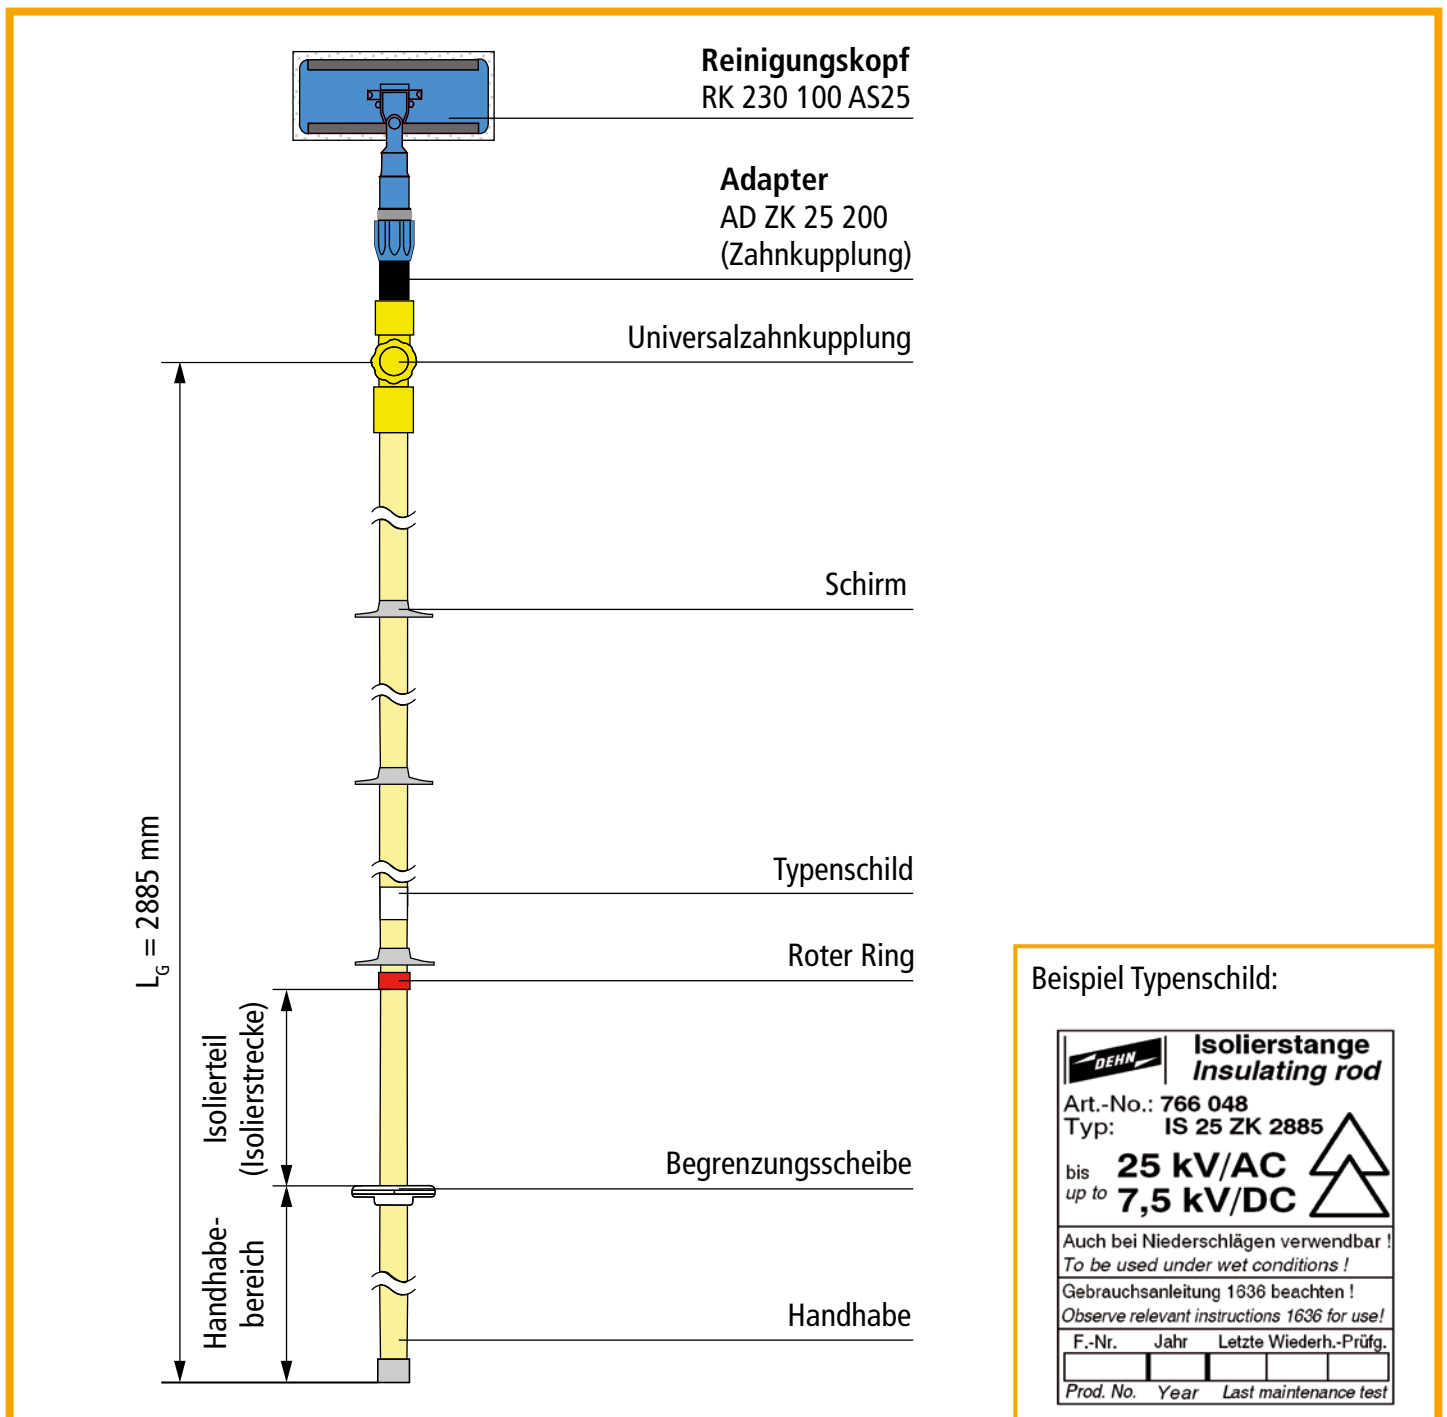

Bild 4 Handhabung
- 2.1 Die **Isolierstange IS 25 ZK ...** mit dem **Adapter AD ZK 25 200** darf nur in Anlagen verwendet werden, für die diese durch entsprechende Aufschriften auf ihrem Typenschild an der Isolierstange (z.B. Nennspannung / Nennfrequenz) gekennzeichnet ist. (siehe hierzu Bild 4, Seite 8)
- 2.2 Die **Isolierstange IS 25 ZK ...** mit **Adapter Zahnkupplung AD ZK ...** darf bei der Anwendung nur an der Handhabe gefasst und muss von einem sicheren Standort aus so gehandhabt werden, dass der Benutzer selbst im notwendigen Sicherheitsabstand von allen Anlagenteilen bleibt, die unter Spannung stehen können (siehe Bild 4, Seite 8).
- 3.1 **Isolierstange IS 25 ZK ...**, **Adapter AD ZK 25 200** und **Reinigungskopf RK 230 100 AS25** sind vor der Montage auf mechanische Schäden zu prüfen. Wie z.B. auf festsitzende Schirme, festen Sitz des roten Ringes und des Handschutztellers, auf Risse und tiefe Kratzspuren im Bereich der Isolierstrecke und des Verlängerungsteiles, ... (siehe Bild 4, Seite 8). Defekte Einzelteile sind der Weiterverwendung zu entziehen.
- 3.11 Die **Isolierstange IS 25 ZK ...** darf beim Benutzen nur an der Handhabe gefasst werden (siehe Bild 4, Seite 8).
- ➔ Die **Begrenzungsscheibe** und der **Rote Ring** begrenzen das **Isolierteil (Isolierstrecke)** (siehe Bild 4).